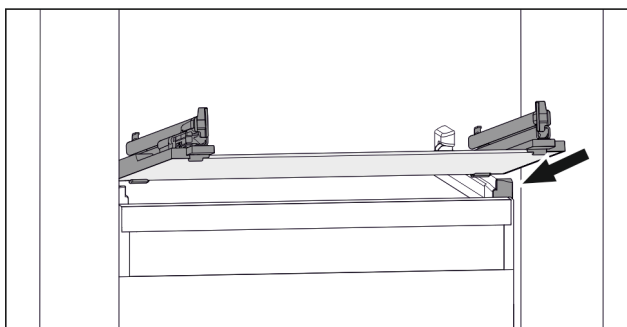

Fig. 177 玻璃隔板例图
- ▶ 将玻璃隔板斜放在止动器后面。(参见 Fig. 177)